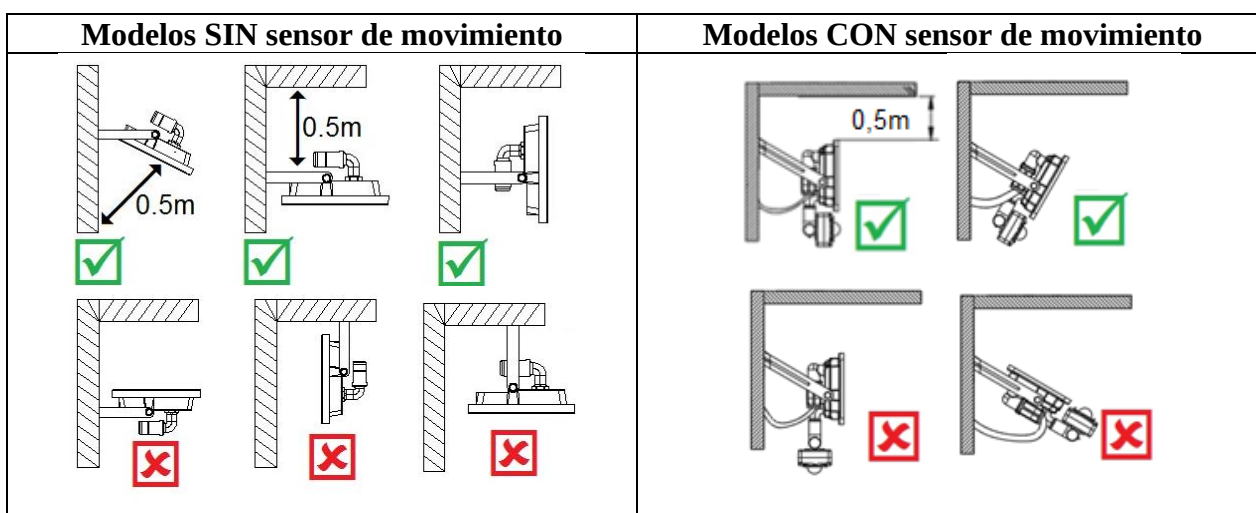

Fig. 2
- Mantenga un espacio de ventilación de al menos 0,5 metros entre la luminaria y los objetos circundantes (consulte la Fig. 2 para ejemplos).